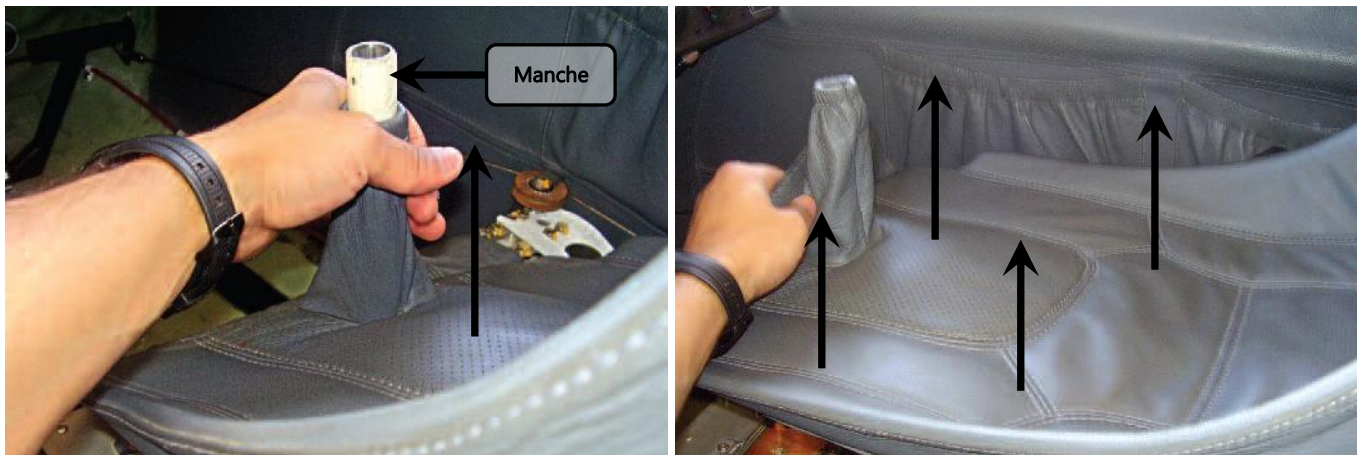

Figura 25.10.9 – Remoção do assento
8. Remover parte do assento com o objetivo de livrar o manche, conforme figura 25.10.9;
9. Remover totalmente o assento, elevando-o para fora do manche, conforme figura 25.10.9. Guardá-lo em um local adequado para futura reinstalação;